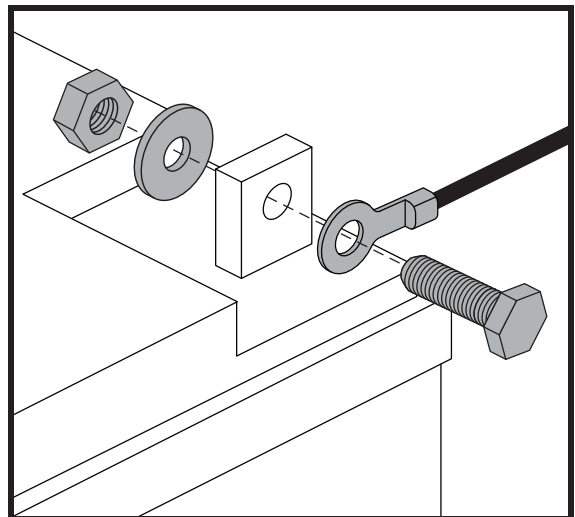

Figura 13. Bulloneria terminale batteria
4. Scollegare i cavi delle batterie dai terminali portando indietro gli involucri dei terminali e svitando il dado dal bullone. **Vedere figura 13.**